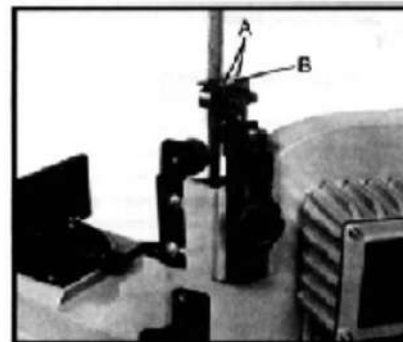

Рис. 1
3. Снимите два винта (А, Рис. 1) и отражательную пластину (В).